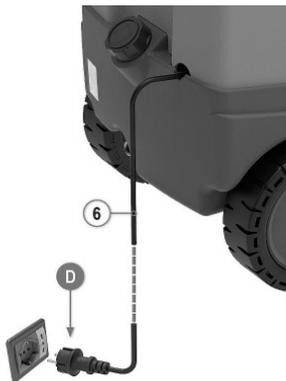

Abb. 13: Vorbereitung für den Betrieb Teil 3
Schritt 8: Prüfen Sie, dass der Geräteschalter (1, Abb.3) auf Position "0" steht und stecken Sie den Netzstecker in die Steckdose. Bedienablauf D von Abb. 13.